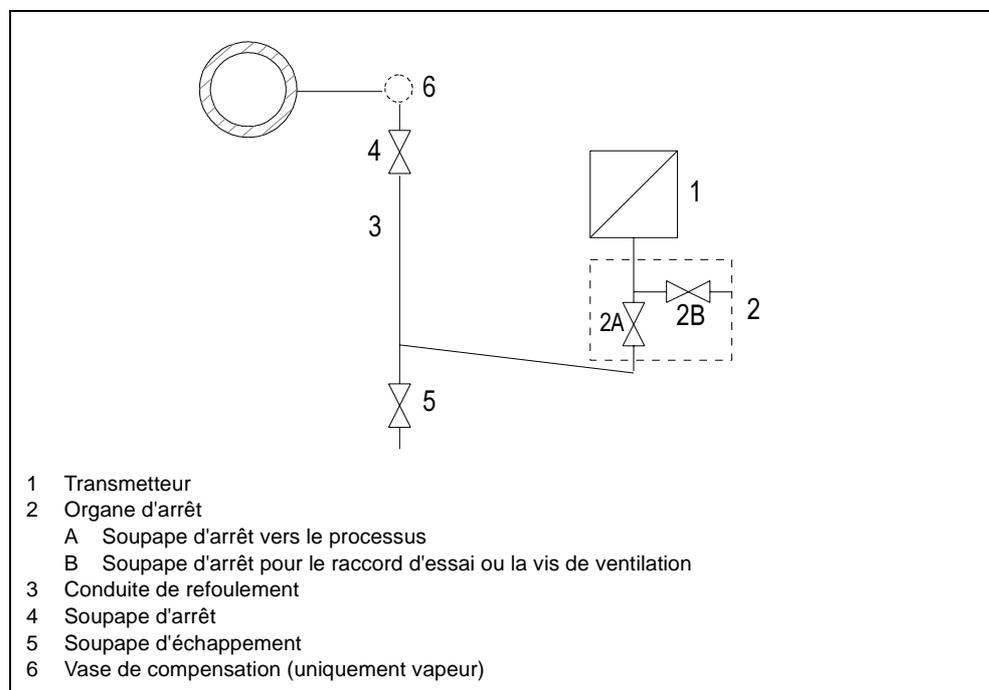

Figure 42 Mesure de vapeur
1. Ouvrez la soupape d'arrêt (Figure 42, 2B).
2. Appliquez au transmetteur la pression qui correspond au début de mesure par le raccord d'essai de l'organe d'arrêt (2).
5. Ouvrez la soupape d'arrêt (4) sur la tubulure de prise de pression.